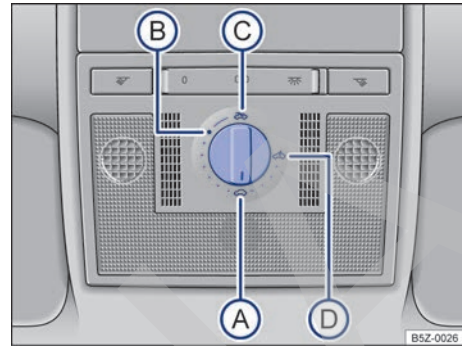

Fig. 64 En el guarnecido del techo: mando giratorio del techo solar.
Gire el mando → fig. 64 hasta la posición deseada para regular las siguientes posiciones del techo solar:
- Gire el interruptor a la posición → fig. 64 A y tire hacia abajo en la zona posterior hasta que el techo solar quede completamente cerrado.